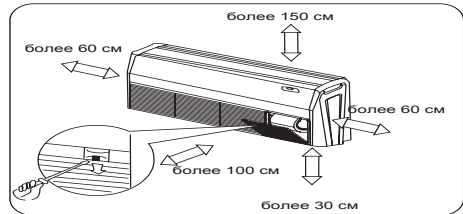

Рис.2
- (1) Место, в котором холодный воздух сможет распределяться по всей комнате.
- (2) Место, в котором можно легко слить конденсат.
- (3) Место, которое выдержит вес блока.
- (4) К фанкойлу должен быть обеспечен доступ для обслуживания и ремонта.
- (5) Место, в котором можно легко подключить водоохладительную трубку.
- (6) Место, в котором расстояние до электрических приборов, таких как телевизор и аудио-устройства будет не меньше 1 м.
- (7) Не устанавливайте фанкойл рядом с источником тепла, влаги или горючего газа.
- (8) Убедитесь, что установка соответствует монтажной схеме.
- (9) Вокруг устройства должно оставаться достаточно места для вентиляции (Рис.2).
- (10) Место для установки должно иметь расстояние до пола от 2.3 м.